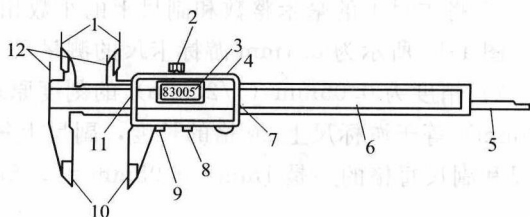

图 1-7 游标电子数显卡尺
3) 游标电子数显卡尺 图 1-7 所示为游标电子数显卡尺，它具有非接触性电容式测量系统，由液晶显示器显示。电子数显卡尺测量方便可靠。